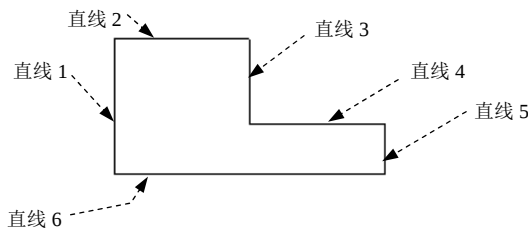

图 4.9.21 绘制直线
连接直线 1 的终点与直线 5 的终点，完成直线 6 的绘制；单击中键结束直线的绘制，完成后的图形如图 4.9.21 所示。
(1) 平移复制 1。
- ① 在功能选项卡区域的 **草绘** 选项卡中选择 **编辑** ▾ ➡ **平移并复制** 命令。
- ② 选中图 4.9.21 所示的直线 1 为平移对象，单击图 4.9.22 所示的“选择”对话框中的 **确定** 按钮，系统弹出 **GET VECTOR (得到矢量)** 菜单。
- ③ 选择 **Horiz (水平)** 命令，系统显示 **输入值[退出]** 提示，在其后的文本框中输入平移值 10，单击 ☒ 按钮。
- ④ 在系统 **输入复制数[退出]** 的提示下，输入数量 1，单击 ☒ 按钮。
(2) 平移复制 2。
- ② 选中直线 1 为平移对象，单击中键，系统弹出 **GET VECTOR (得到矢量)** 菜单。